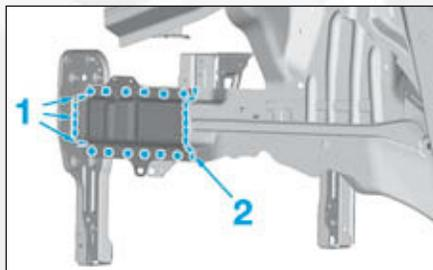

FIG.37
- Meuler les cordons MAG en (1) (Fig.37).
- Tracer puis découper en (2).